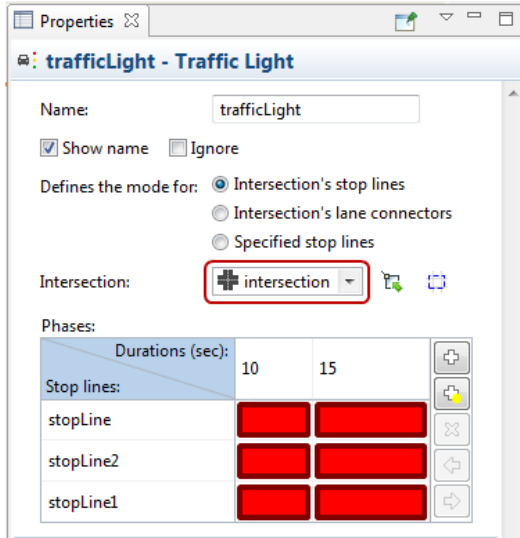

Рисунок 2.86 – Властивості елемента світлофора
- У властивості **Intersection** (перехрестя) виберіть ім'я намальованого нами перехрестя: **intersection** (рис. 2.86).